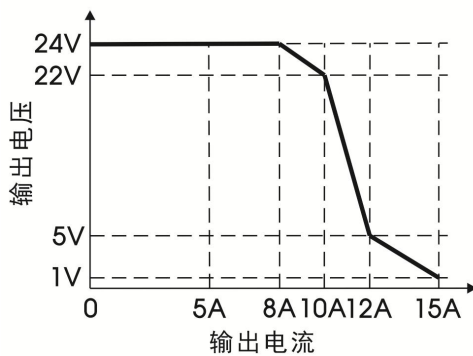

图 3
2.图 3 表示产品在额定输出电流时为 24V 输出, 随着电流增加到 100%-150%Io (TYP)时进入过载状态, 当 > 150%Io (TYP)时进入过流保护且随着输出电流增大输出电压下降, 当输出电流增加到一定值时, 产品将进入恒流模式;